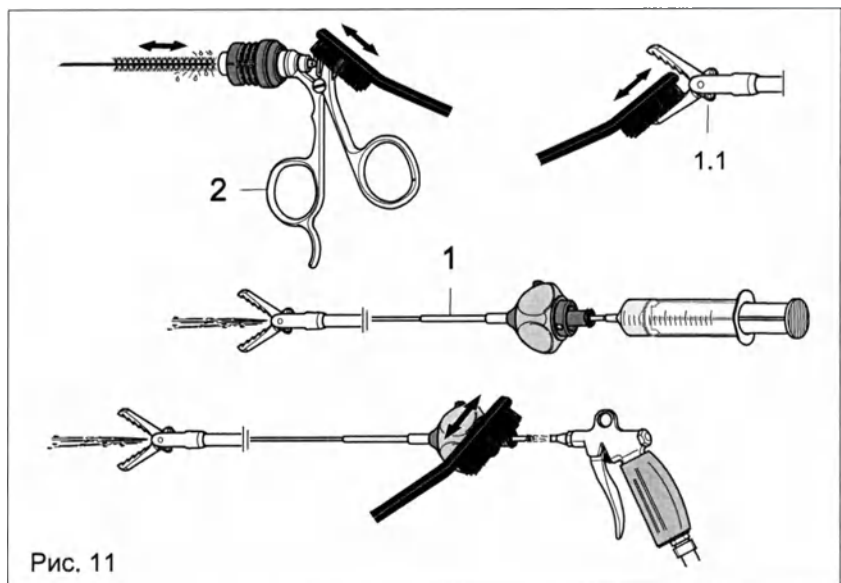

Рис. 11
См. главу 9.2, Рис. 11 1. Для удаления загрязнений прочистите рукоятку (2), зажимные губки (1.1) и шарниры по меньшей мере в течение 5 секунд мягкой щеткой. 2. Промойте щипцы-насадку (1) с помощью наполненного моющим раствором 5 мл шприца. 3. Погрузите минимум на 5 минут в моющий раствор. ♦ Щипцы-насадку (1) заполните сначала этим раствором. 4. Инструменты в заключение тщательно промойте по меньшей мере в течение 15 секунд с помощью промывочного пистолета.	1. Перед машинной очисткой инструменты предварительно очистить вручную. 2. Вставьте инструменты в разобранном виде во вставки MIC-тележки. Подключите щипцы-насадку (1) через соединение Люэра рукоятку (2) в открытом виде к MIC-тележке прибора RD. Программа Vario-TD (без дезинфекции): ♦ 4 мин. предварительной мойки холодной водой ♦ опорожнение ♦ 6 мин. мойки щелочным моющим средством при 55°C ♦ опорожнение ♦ 3 мин. нейтрализация теплой водопроводной водой (>40°C) ♦ опорожнение ♦ 2 мин. промежуточное полоскание теплой водопроводной водой (>40°C) ♦ опорожнение